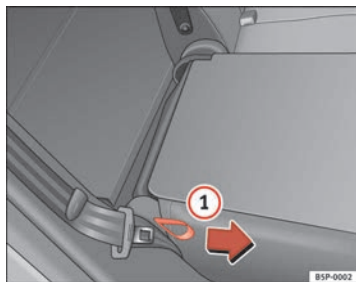

Abb. 100 Umklappen bzw. Aufrechtstellen der Rücksitzlehne
- Ziehen Sie die seitliche Zugschleife am Sitz ⇒ Abb. 100 ① in Pfeilrichtung und klappen Sie die Lehne hoch, bis sie einrastet.